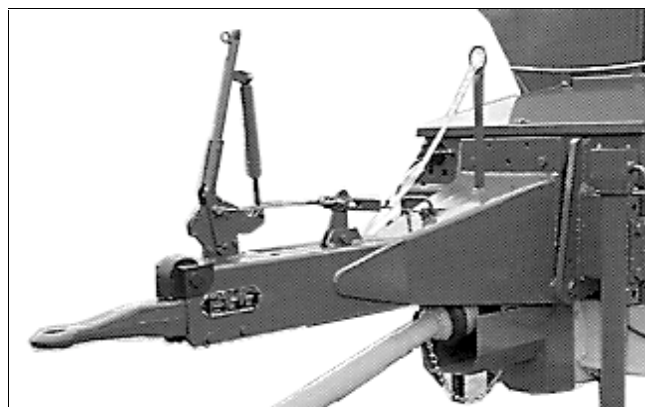

Fig. 5
- d'un timon (Fig. 5) avec frein à inertie et automatisme de recul,